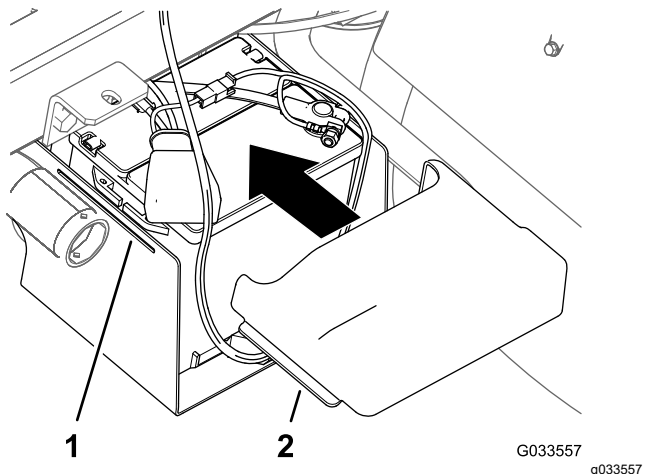

Figura 31
10. Aperte as partes laterais da tampa da bateria, alinhe as patilhas da tampa com as ranhuras da base da bateria e remova a tampa da bateria (Figura 31).